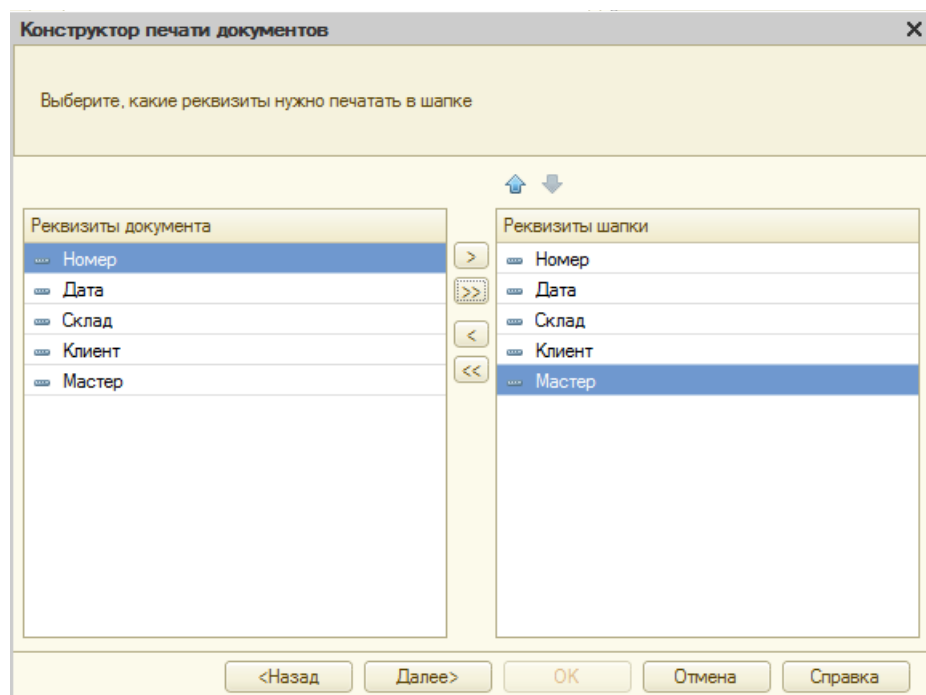

Рисунок 95 Работа с Конструктором печати документа
- Перенесите все реквизиты документа в область **Реквизиты шапки** (рис. 95).